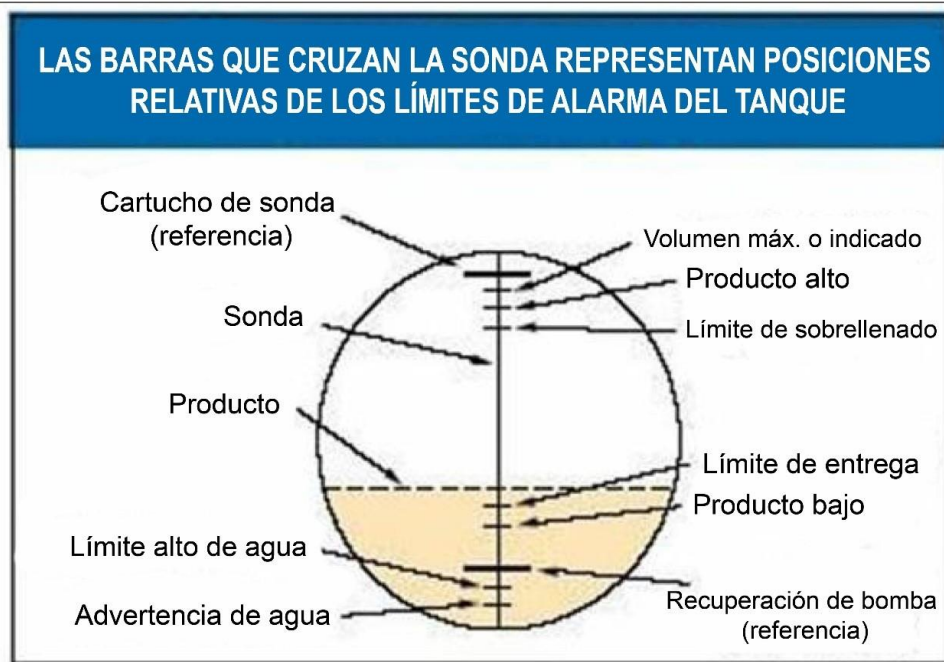

Figura 8-25: Alarmas de nivel del tanque de combustible
- Existe una situación de sobrellenado cuando, durante una descarga de combustible, el nivel de gasolina en el UST excede el parámetro de la alarma de sobrellenado, que es el 90 % de la capacidad del UST. **Vea la Figura 8-25.**